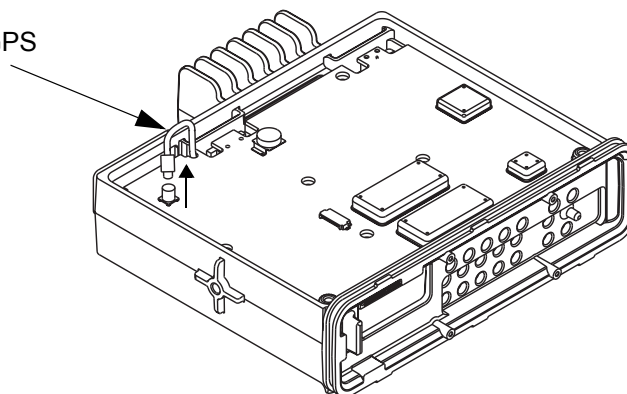

Figura 5-7 Desmontaje del cable de GPS
5. En modelos con GPS, desconecte del radio el cable de GPS como se muestra en la Figura 5-7.